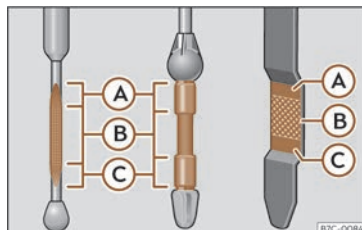

Fig. 222 Jauge d'huile moteur.
- Puis retirez-la à nouveau et vérifiez le niveau d'huile» **fig. 222**. Faites l'appoint d'huile moteur si nécessaire.
- Dès que le niveau d'huile atteint la zone » fig. 222 (B), revissez soigneusement le bouchon de l'orifice de remplissage » ⓘ.
Ne démarrez pas le moteur si le niveau d'huile se trouve au-dessus de la zone » fig. 222 (A). Risque d'endommagement du moteur et du catalyseur ! Prenez contact avec un atelier spécialisé.
Le niveau d'huile ne doit en aucun cas dépasser la zone » fig. 222 (A). Sinon, de l'huile risque d'être aspirée par l'aération du »